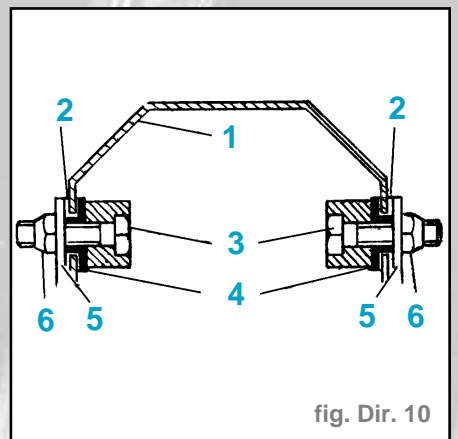

fig. Dir. 10
- Déposer les vis (3) (fig. Dir. 10).